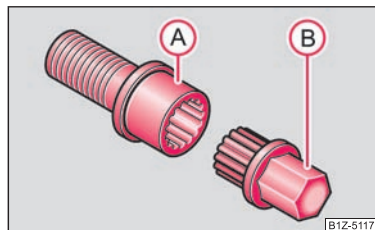

Fig. 139 Șurub de siguranță cu adaptor
- Introduceți adaptorul (B) cu partea zimțată până la limită pe interiorul zimțat al șurubului de siguranță (A), astfel încât să se mai vadă numai partea hexagonală ⇒ fig. 139.
- Împingeți cheia de roată* până la capăt, pe adaptor (B).